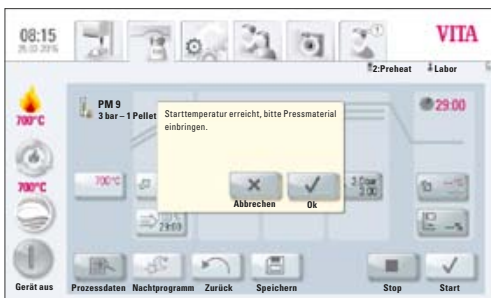

Bild 6 Displayanzeige bei dem Erreichen der Starttemperatur
Nach Erreichen der Starttemperatur zeigt Display Bild 6:
- Display zeigt Bild 6 "Bitte Pressmaterial eingeben"